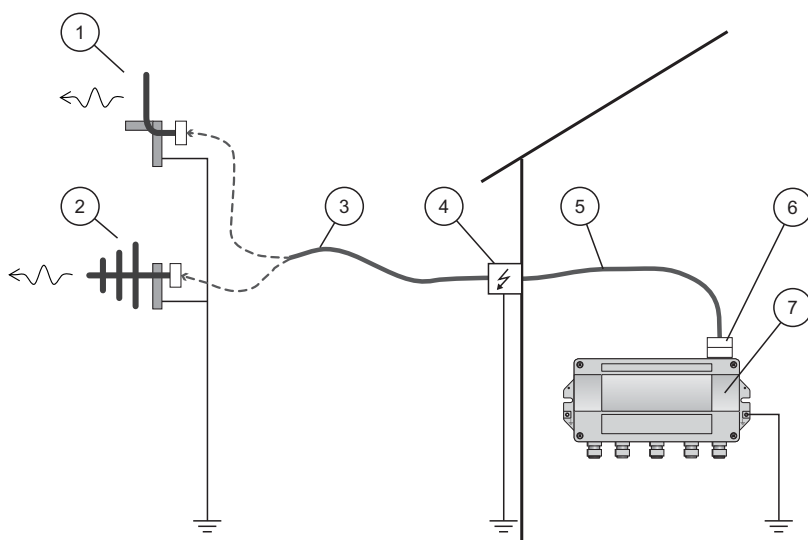

Рис. 4-4: Монтаж выносной антенны
5. Подсоедините антенну, устройство защиты от избыточного напряжения и Fieldgate к системе защитного заземления согласно рисунку Fig. 4-4.